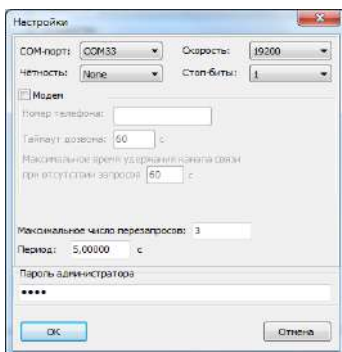

Рисунок 9
3.6.5 В выпадающем меню «Опции» выбрать «Настройки» (рисунок 9).